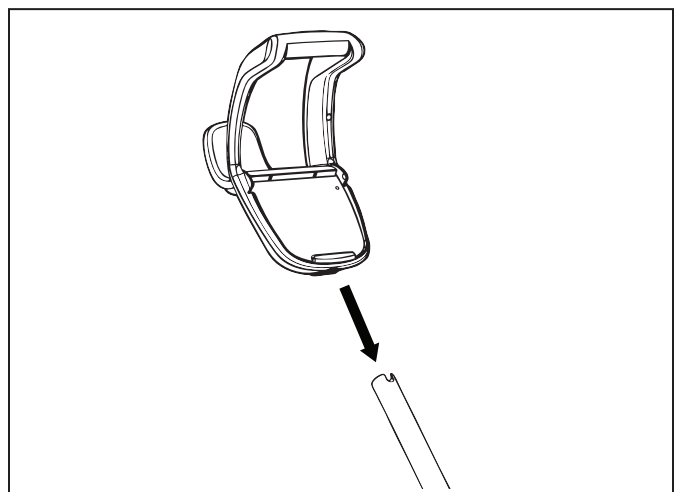

Figure 6. Fixer la poignée du chariot
7. Glisser le module de base/l'accessoire de la poignée du chariot vers le bas, le long de la poignée en métal jusqu'à ce qu'il s'encliquète en place. (Voir figure 6.)